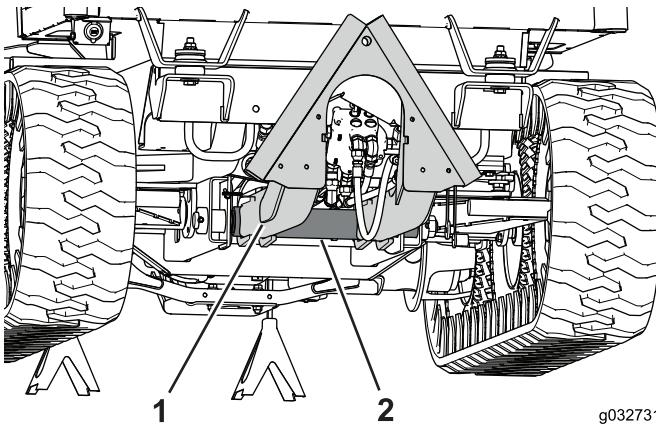

Figura 105
3. Coloque un gato de suelo debajo del punto de giro del conjunto de enganche y eleve la parte delantera del bastidor hasta que las ruedas centrales basculen hacia atrás y casi toquen las ruedas traseras (Figura 105).